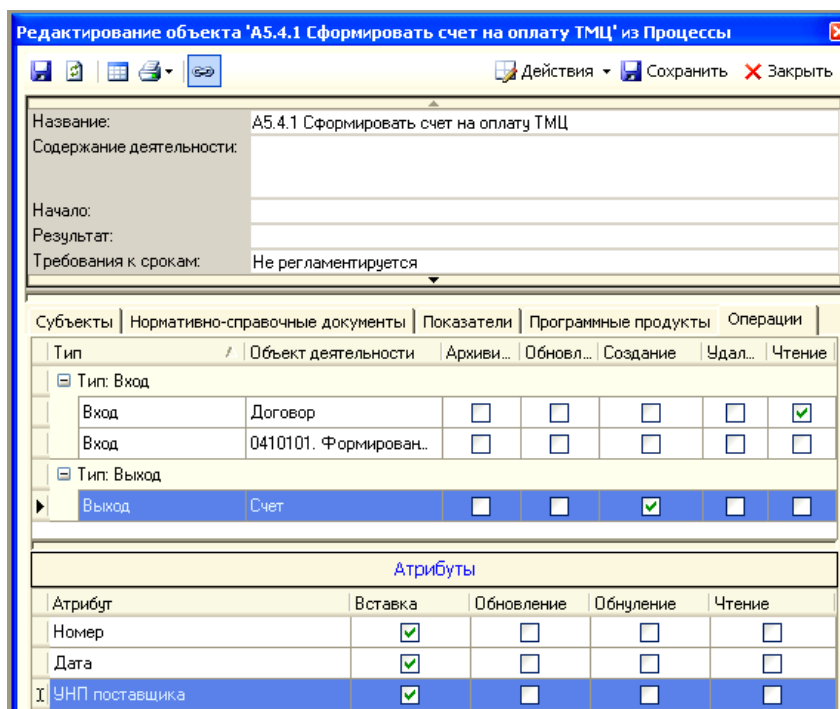

Рисунок 60 – Формирование списка операций над объектами деятельности и их атрибутами для процесса А5.4.1 «Сформировать счет на оплату ТМЦ»
6. На закладке *Операции* в списке объектов деятельности выделите объект *Счет*. В нижней части окна для всех атрибутов данного документа установите флажок в поле операции *Вставка* (рисунок 60).